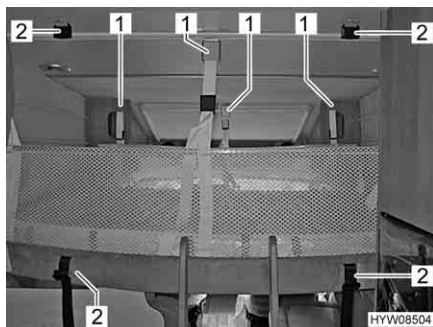

Fig. 68 Rete protettiva (letto basculante)
- Allentare le cinture di ritegno (Fig. 68,2).
- Staccare le cinture di ritegno (Fig. 68,1) e sistemare la rete protettiva sotto il materasso.
- Assicurare il letto basculante al soffitto mediante cinture di ritegno (Fig. 68,2).
- Agganciare le cinture di ritegno (Fig. 68,1) ai ganci del soffitto.